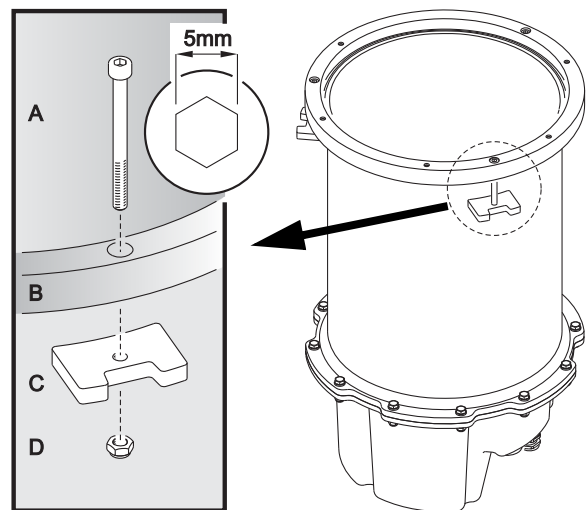

Bild 10: Gerätetausch, Entnahme eines Inground 200 aus dem Bodentank
5. Siehe Bild 10. Lösen Sie die drei Schrauben **A**, um die Klemmblöcke **C** zu lockern. Drehen Sie den Inground 200 im Bodentank, bis sich die Klemmblöcke **C** aus den Haltezung lösen und heben Sie den Inground 200 aus dem Bodentank.
Sie benötigen Sie drei M6 x 70 Edelstahlschrauben, die mit dem Gerät geliefert werden und die vorhandenen Klammern und Muttern (siehe Bild 10) des Inground 200. Die neuen Schrauben haben einen Senkkopf und sind etwas länger als die Originalschrauben des Inground 200.
- die drei M6 x 70 Edelstahlschrauben zur Befestigung des Geräts, Klemmblöcke und Schrauben (siehe Bild 10 auf Seite 15), die zur Befestigung des Inground 200 im Bodentank verwendet wurden,